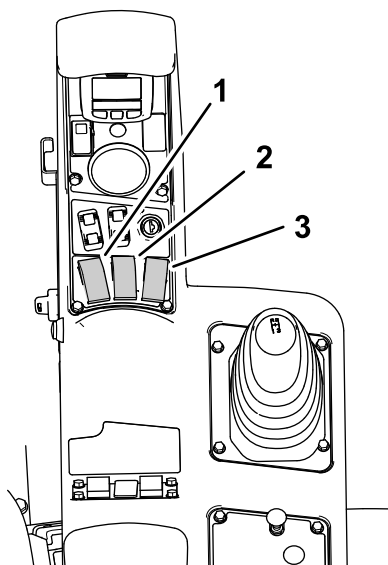
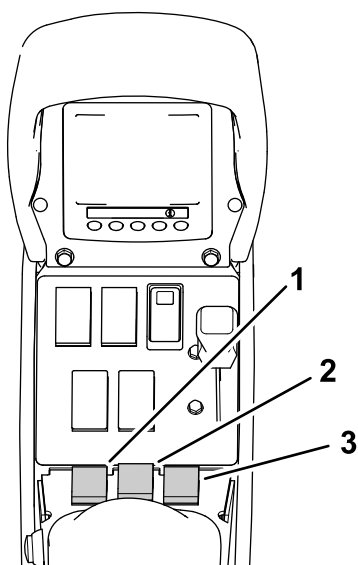

Рисунок 64
Рисунок 65
1. Установите 3 выключателя секций (расположенные на управляющей консоли машины) в положение Вкл. (Рисунок 64 и Рисунок 65).